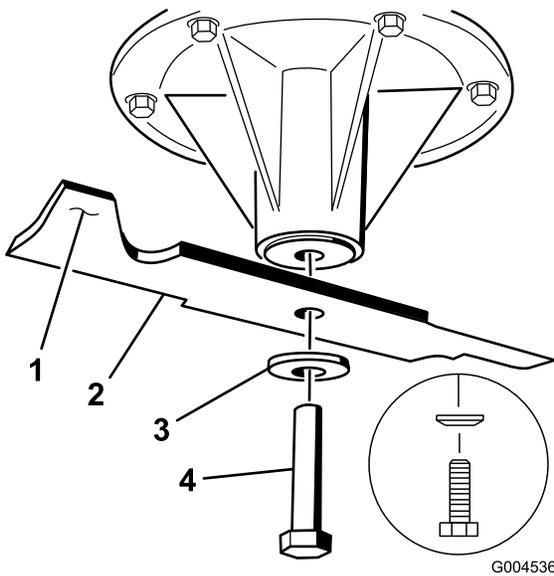
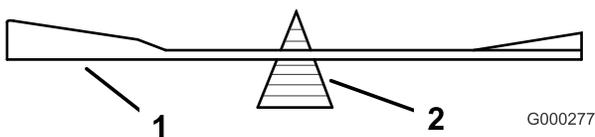

Figura 73
Figura 75
2. Retire del eje el perno de la cuchilla, la arandela curva y la cuchilla (Figura 73).
2. Verifique el equilibrio de la cuchilla colocándola sobre un equilibrador de cuchillas (Figura 75). Si la cuchilla se mantiene horizontal, está equilibrada y puede utilizarse. Si la cuchilla no está equilibrada, rebaje algo el metal en la parte de la vela solamente (Figura 73). Repita este procedimiento hasta que la cuchilla esté equilibrada.